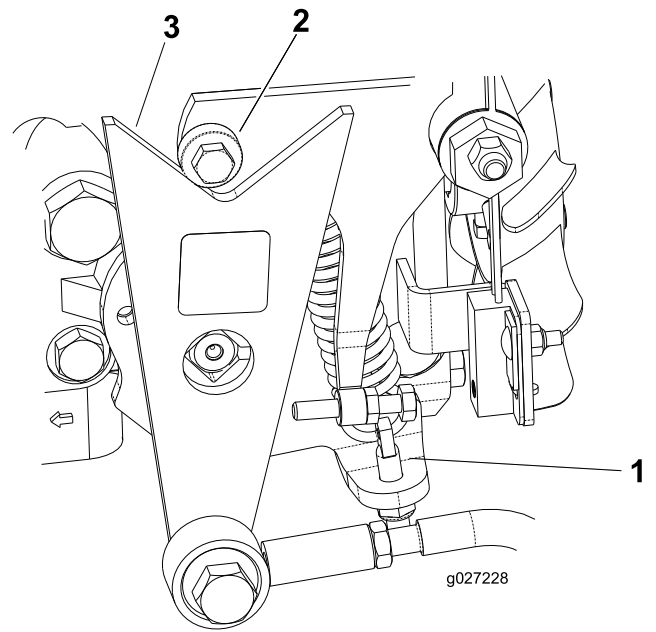

图44
- 如果车轮的旋转方向正确，请关闭发动机，并调节弹簧调节销锁紧螺母（图44）。调节驱动空档位置；请参阅 将牵引驱动装置调至空档（页码 27）。